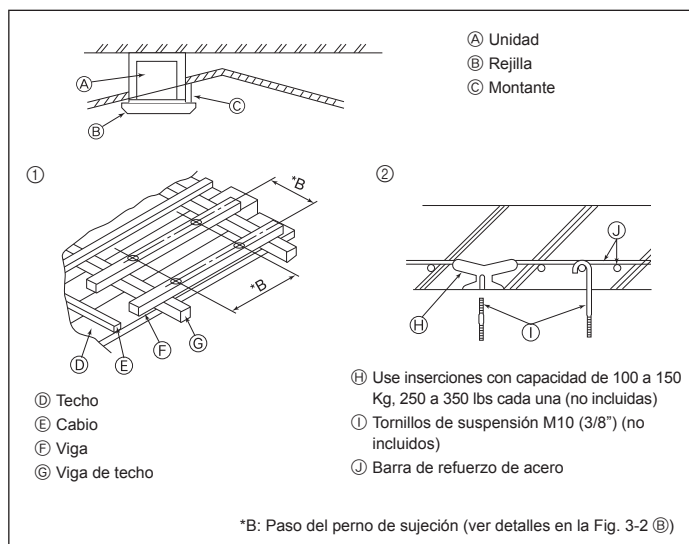

Fig. 3-4
3.4. Estructura de suspensión (Refuerzo de la estructura de suspensión) (Fig. 3-4)